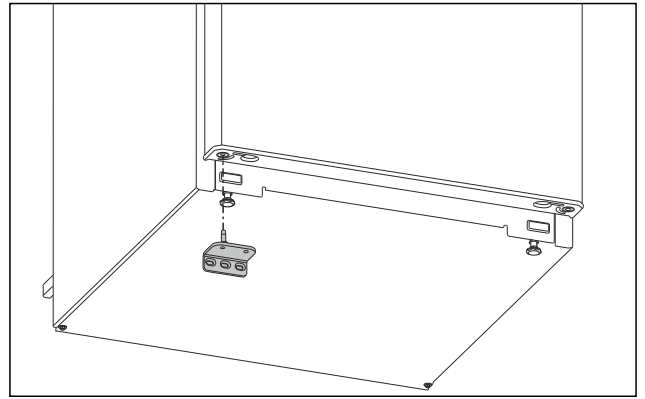

Fig. 14
- ▶ Plaats de onderste lagersteun aan de tegenoverliggende kant. (zie Fig. 14)